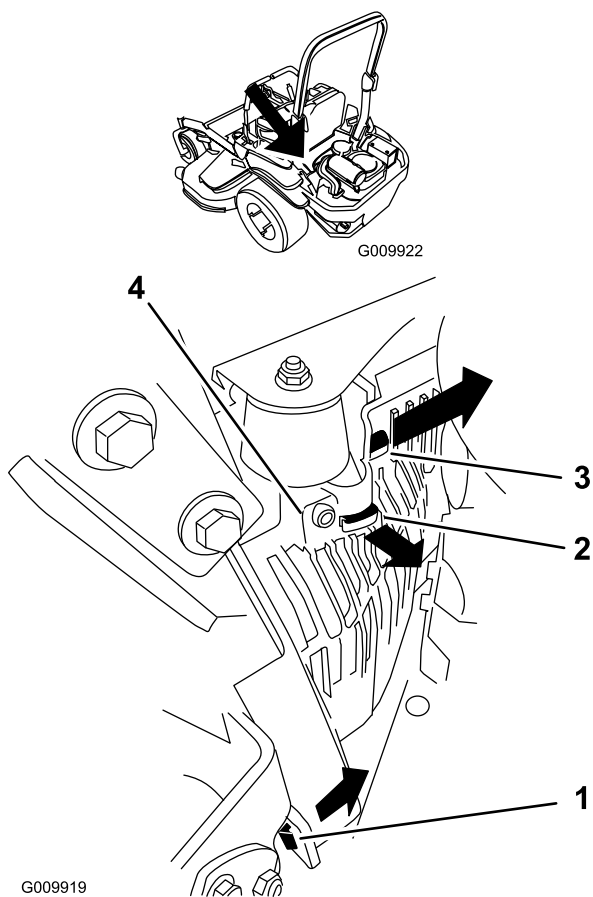

Figura 56
3. Retire la cubierta de la unidad hidráulica de la izquierda en el orden indicado en Figura 56. Así tendrá acceso a la bujía delantera.
5. Instale la cubierta de la unidad hidráulica izquierda (Figura 56).